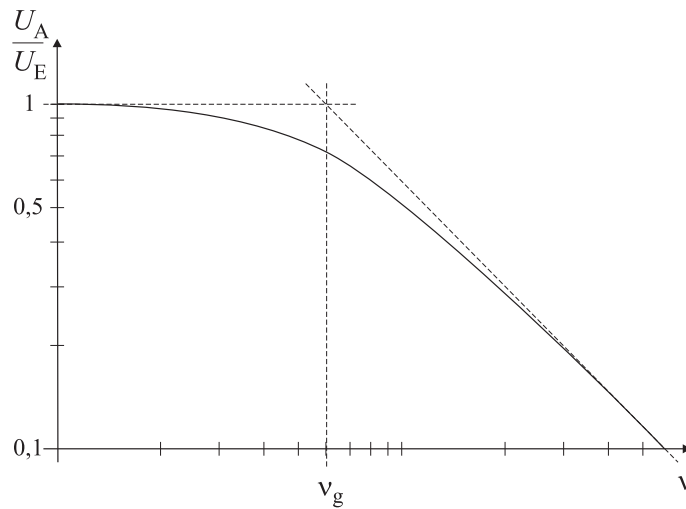

Abbildung 2.2: Doppellogarithmische Auftragung von  $U_A/U_E$  gegen  $v$
**Bestimmung der Grenzfrequenz  $\nu_g$ :** Wird das Spannungsverhältnis  $U_A/U_E$  als Funktion der Frequenz  $\nu$  doppeltlogarithmisch aufgetragen (siehe Abb. 2.2), kann die Grenzfrequenz  $\nu_g$  als Abszisse des Schnittpunktes der Extrapolationsgeraden für  $\nu \gg \nu_g$  mit der Geraden  $U_A=U_E$  abgelesen werden. Die Ausgangsspannung  $U_A$  ist bei der Frequenz  $\nu_g$  auf 71 % der Eingangsspannung  $U_E$  gesunken. Diese Art der Bestimmung der Grenzfrequenz leuchtet nach Betrachtung folgender Rechnung ein (Beispiel RC-Tiefpass):